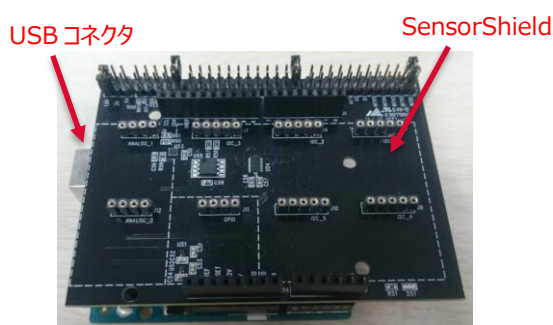

Figure 1. Arduino と Shield board の接続
1. Arduino と SensorShield の接続 (Figure 1)